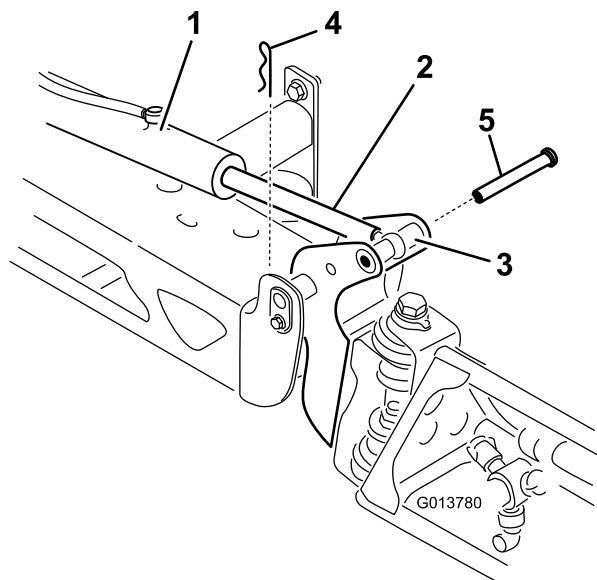

図 149
2. ピボットピンからコッターピンを抜き取る 図 149。
3. ブームを持ち上げて、ピンを外し 図 149、ブームをゆっくりと床面に降ろす。
9. ブームを支えながら、ブームのピボットとロッド端部の両方にピンを通す 図 149。